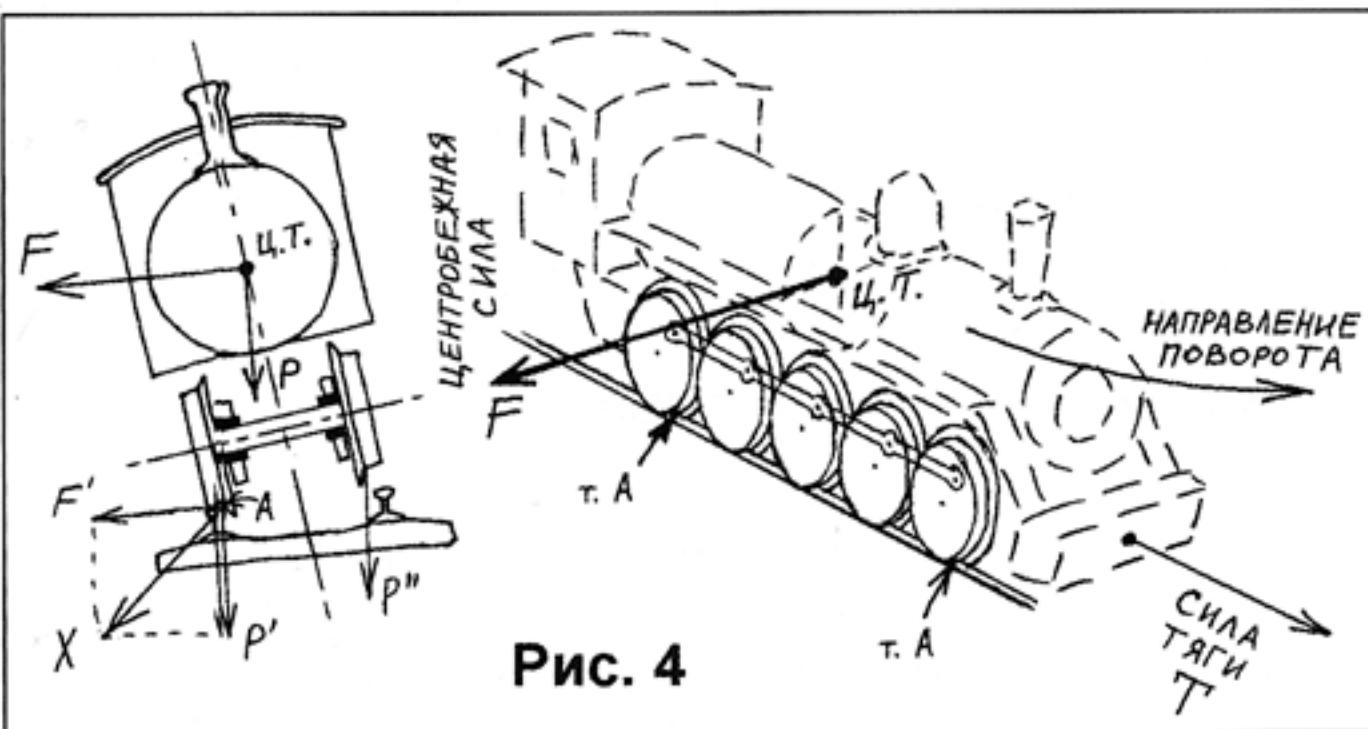

Рис. 4
1) «Жесткое» шасси с фиксированными в раме буксовыми подшипниками, при движении в прямой. Я сознательно ограничиваю описание движением в прямой, чтобы не вовлекать сюда побочные отрицательные факторы, свойственные движению в кривой (типа поперечного разбега колесных пар; появления на сцепке бокового момента сил от сопротивления поезда движению и т.д.). Под воздействием боковой силы F, которая возникнет, например, в повороте, - в виде центробежной силы, - весь локомотив стремится опрокинуться вокруг линии, соединяющей самые внешние точки контакта колес с наружным рельсом (точки А) (см. рис. 4). В результате от колес к наружному рельсу прикладывается сила F', почти равная F, а результирующий момент X стремится прижать гребни всех левых колес к грани соответствующего рельса в тех же точках А. Вес локомотива Р=500 грамм переносится целиком на поверхности катания этих же левых колес. В результате локомотив сопротивляется опрокидыванию значительной частью (около 50%, вектор Р'') своего веса, а другие 50% (вектор Р') в сочетании с F' создают момент X, препятствующий сходу левых колес внутрь колеи. Теоретически ничто не мешает устоять такому локомотиву на рельсах даже после полного отрыва правых колес от рельса, даже на величину гораздо большую высоты гребня. На практике такого отклонения не происходит, в частности - из-за того, что
чивости кузова, и для этих целей остается только 20% (одна пятая) веса локомотива. Вот это - уже действительно немногого, учитывая, что величина силы F осталась прежней. Вывод: локомотив 0-5-0 с компенсацией выходит в пять (!) раз менее устойчивым, чем тот же локомотив с жесткой рамой. (Из этого умозаключения следует, что двухосный локомотив теряет только половину своей устойчивости, трехосный - две трети, и т.д.). Важным является то, что ось опрокидывания под действием силы F в многоосном локомотиве с компенсацией перемещается из точек A (согласно рис.4) в точки D (а точнее - на воображаемую ось, проходящую через точки "D" 1-й и 4-й колесных пар, см. рис. 5-А, 5-Б и 5-В), являющиеся местом контакта межосевых балансиров с осями колесных пар. Первые четыре колесные пары, забирая 80% нагрузки от веса локомотива, превращаются в «фундамент» для всей остальной экипажной части: под действием опрокидывающей силы F теперь уже гораздо легче повернуть всю раму экипажа (вместе с фиксированной осью и всем кузовом локомотива) вокруг новой оси D-D, чем приподнимать вес локомотива вокруг оси A-A (согласно рис.4). Достаточно лишь преодолеть сопротивление гребня в точке E, что не так уж трудно при уменьшении этого сопротивления в 5 раз !